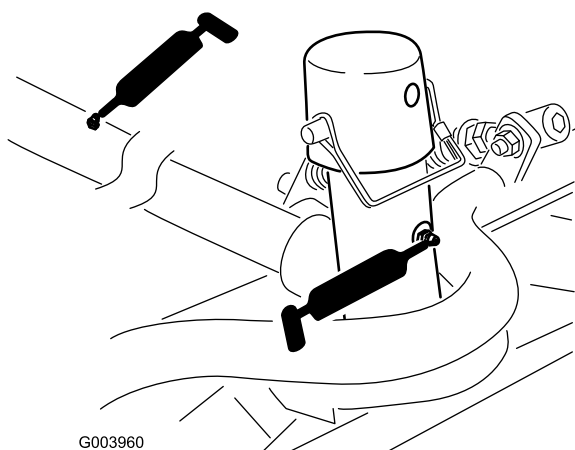

Рисунок 109
- Несущая рама и ось поворота режущего блока (по 2 шт.) (Рисунок 109)